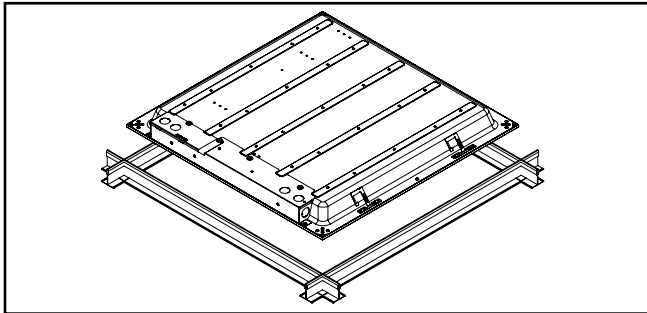

Imagen 3.
3. Pase el aplique a través de la red a un ángulo de 45 grados y luego colóquelo en la red (Imagen 3).